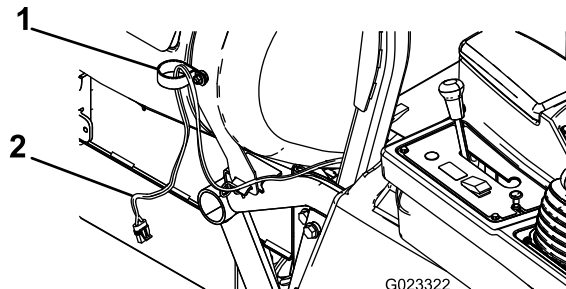

図 2
4. フランジナット $\frac{3}{8}$ " を使用して、小さい R クランプを 図 2 のようにキャリッジボルトに固定する。
5. ワイヤハーネスのホースリール端部を、図 2 に示すように R クランプに通す。